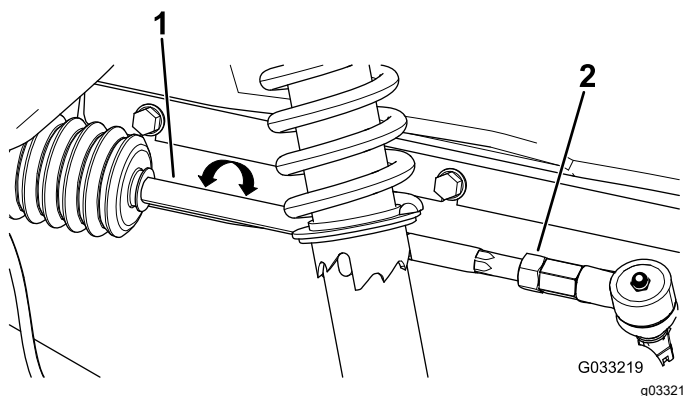

Figure 47
2. Si les mesures ne sont pas comprises entre 0 et +/-3 mm, desserrez les écrous de blocage aux deux extrémités extérieures des biellettes (Figure 47).